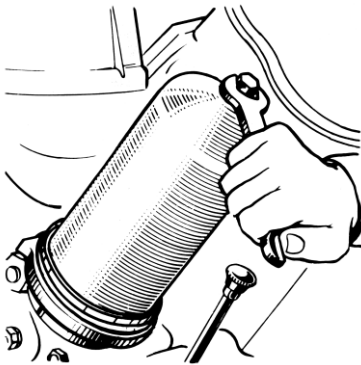

Рис. 61. Отвертывание колпака фильтра
1. Отвернуть на 3 – 4 оборота колпак фильтра и слить масло через канал корпуса в подставленную тару. Для отвертывания колпака можно пользоваться ключом, как показано на рис. 61.